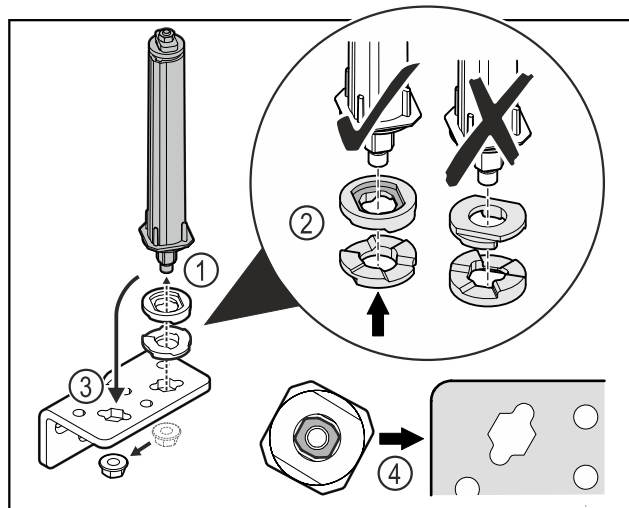

Fig. 36
- ▶ Развийте гайката и свалете затварящата система на вратата Fig. 36 (1).
- ▶ Обърнете внимание на правилното подравняване на шайбите за регулиране на височината Fig. 36 (2).
- ▶ Преместете затварящата система на вратата в ъгъла на пантата и я фиксирайте с гайката Fig. 36 (3).
- ▶ При поставяне се уверете, че затварящата система на вратата е правилно подравнена Fig. 36 (4).